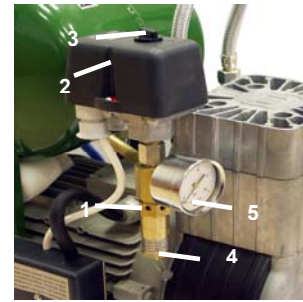
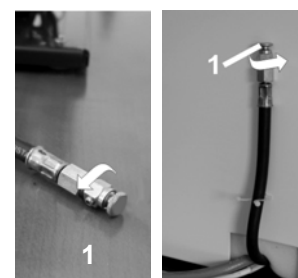
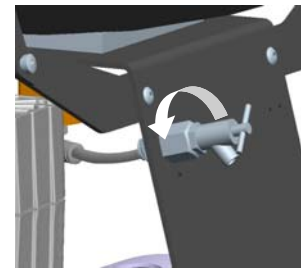

Bild.10
Bild.11
Bild.12
(Bild.10)
Kompressoren ohne Lufttrockner (Bild.11, Bild.12)
Falls der Kompressor längere Zeit nicht genutzt wird, ist es empfehlenswert, das Kondensat aus dem Druckbehälter abzulassen und den Kompressor dann für 10 Minuten mit geöffnetem Kondensatablassventil (1) (Bild.11, Bild.12) in Betrieb nehmen. Danach den Kompressor mittels des Schalters (3) auf dem Druckschalter (2) (Bild.10) ausschalten, das Ventil für den Kondensatablass schließen und das Gerät vom Stromnetz trennen.
Das Gerät vom Stromnetz trennen. Druckluft aus dem Druckbehälter durch Öffnen des Kondensatablassventils (1) (Bild.11, Bild.12) ablassen. Das Gerät entsprechend der örtlich geltenden Vorschriften entsorgen. Die Entsorgung ist gegebenenfalls einer spezialisierten Firma zu übergeben. Alle Produktteile des Gerätes haben nach Ablauf ihrer Lebensdauer keinen negativen Einfluss auf die Umwelt.